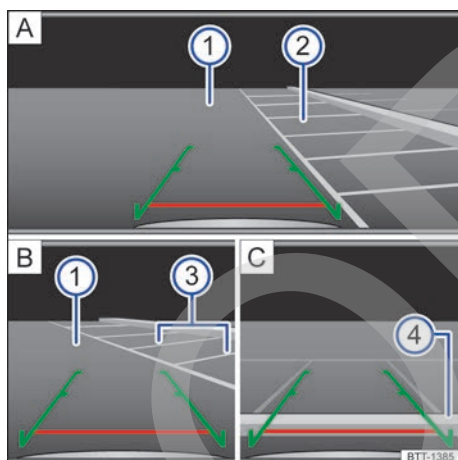

Fig. 118 Visualización en la pantalla del sistema de infotainment: aparcar con el asistente de marcha atrás.
Leyenda de la fig. 118:
2. Sitúe el vehículo delante del hueco de aparcamiento → **fig. 118 A** **②**.
4. Retroceda lentamente a la vez que gira el volante de manera que las líneas laterales verdes se introduzcan entre las líneas de delimitación del hueco de aparcamiento seleccionado → **fig. 118 A** **③**.
5. Oriente el vehículo en el hueco de aparcamiento seleccionado de manera que las líneas laterales verdes coincidan con las líneas de delimitación laterales → **fig. 118 B** **③**.
6. Detenga el vehículo, como muy tarde, cuando la línea horizontal roja haya alcanzado la delimitación trasera, p. ej., el bordillo de la acera → **fig. 118 C** **④**.